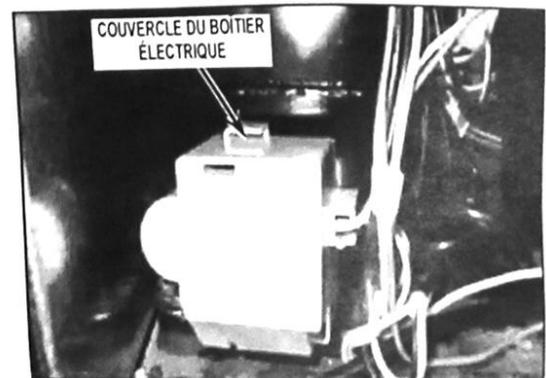

FIGURE 3
7. Ôter le couvercle du boîtier électrique gris sur le compresseur neuf. Voir Figure 3.